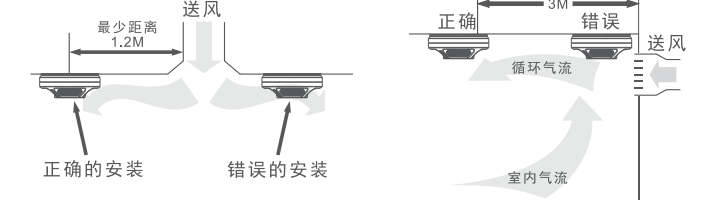

图7
- 当报警器必须安装在送风口附近时，必须保持一定的距离，如图7所示。正确的安装位置可以使警器迅速、准确地探测到火灾。相反，不正确的安装位置，不但使报警器报警缓慢，而且报警器还容易受到风口的高速气流的干扰而产生误告警。